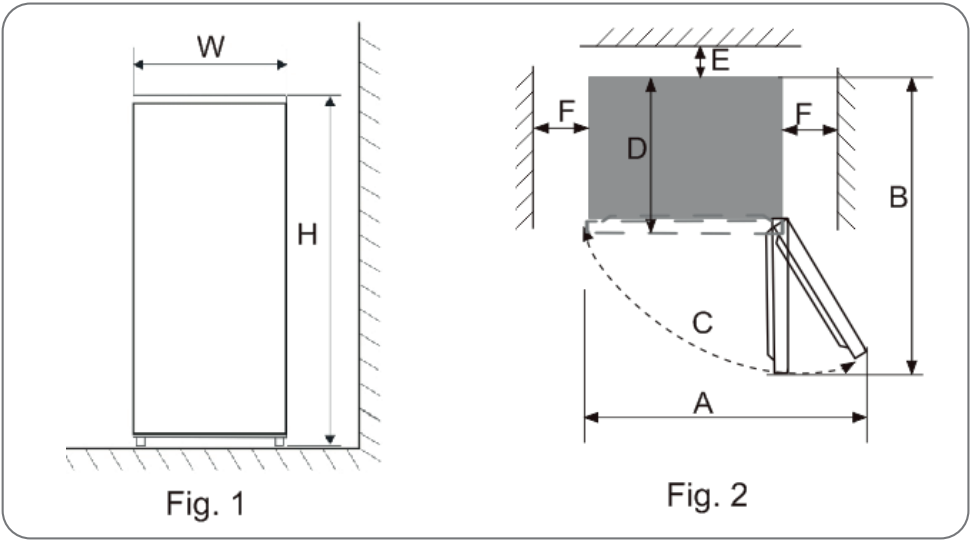

Abb. 5.1
**WICHTIGER HINWEIS:** Vermeiden Sie es, den Kühlschrank zu nahe an der Wand aufzustellen, um unerwünschte Geräusche oder ein Schwarzwerden der Oberflächen zu vermeiden, beachten Sie die Anweisungen in (Abb.5.1).
Der Kühlschrank berührt die Wand.	Bewegen Sie den Kühlschrank von der Wand weg, folgen Sie den Anweisungen in (Abb.5.1).
Unzureichender Belüftungsfreiraum.	Vergewissern Sie sich, dass um den Kühlschrank herum ausreichend Freiraum für die Belüftung vorhanden ist. Befolgen Sie die Anweisungen in (Abb.5.1).